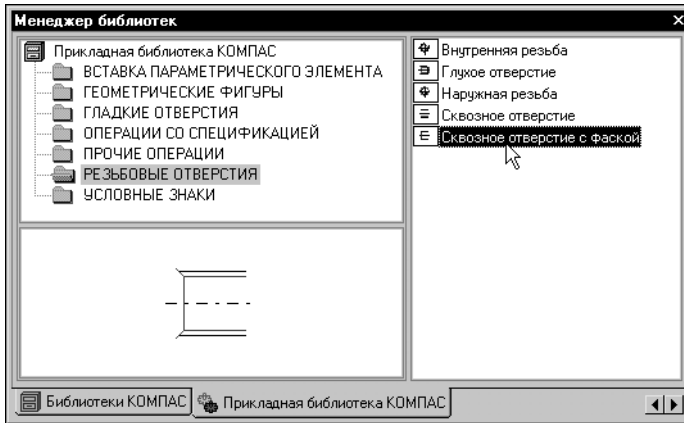

Рис. 44.8. Выбор объекта для вставки
3. На вкладке **Прикладная библиотека КОМПАС** откройте раздел **ГЛАДКИЕ ОТВЕРСТИЯ**. В списке элементов выберите элемент *Сквозное отверстие с фаской* (рис. 44.8).